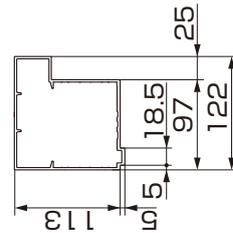

図2-87
- ベース材には種類があります。(図2-85、図2-86、図2-87参照)